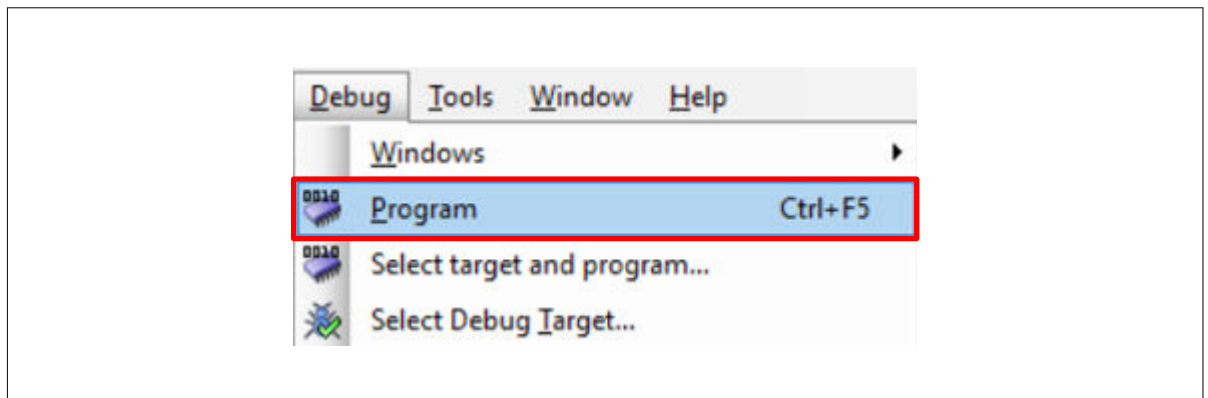

図 50 デバイスのプログラミング
3. 図 50 に示すように、**Debug > Program** を選択し、プロジェクトでデバイスをプログラムしてください。